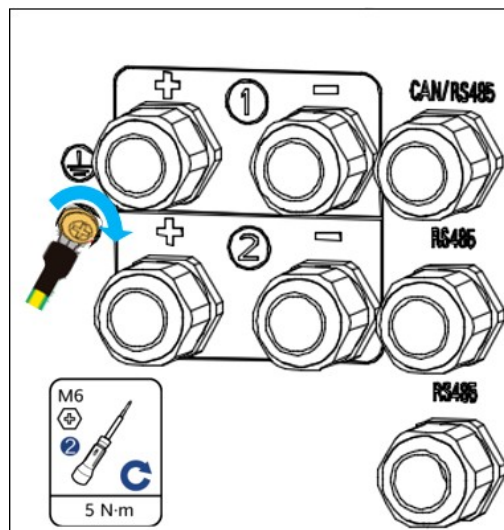

Fig. 4.3.1 Tilslutning af jordkabel
Trin 1. Brug en skruetrækker til at fastgøre ⑧ jordkabelklemmen til batteriets jordpunkt, se fig. 4.3.1.